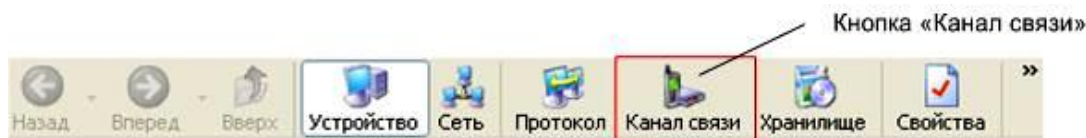

Рисунок 6.2 – Кнопка «Канал связи» на панели инструментов
6.2 Для настройки канала связи нажать на панели инструментов кнопку «Канал связи» (рисунок 6.2). В результате откроется окно «Справочник», которое показано на рисунке 6.3.